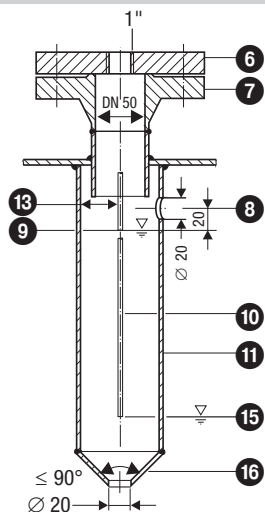

Fig. 4 Tubo di calma di protezione (da prevedere sul posto) per installazione all'interno della caldaia
- E' possibile installare una sonda di livello NRG 10-52 / NRG 16-52, unitamente ad una sonda di livello GESTRA oppure ad un interruttore di livello compatto o un trasmettitore, nello stesso tubo di calma o barilotto esterno (diametro interno 100 mm). **Fig. 4 -7.** Se una sonda limitatrice di livello è installata all'interno della caldaia, l'elettrodo deve essere distante almeno 40 mm dal foro di sfogo superiore realizzato nel tubo di calma.
- Verificare che tra gli elettrodi e la massa (flangia, parete caldaia, ecc.) vi sia una distanza minima o superiore di 14 mm. **Fig. 4 - 7.**